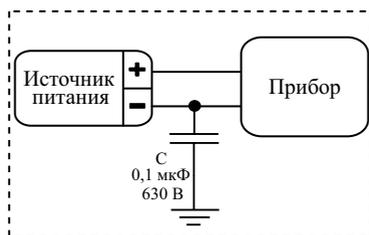

Рисунок 3
**ВНИМАНИЕ!** В ЦЕЛЯХ ПОВЫШЕНИЯ ПОМЕХОУСТОЙЧИВОСТИ СИСТЕМЫ ПОЖАРНО-ОХРАННОЙ СИГНАЛИЗАЦИИ МИНУСОВОЙ ПРОВОД ИСТОЧНИКА ПИТАНИЯ ПРИБОРА РЕКОМЕНДУЕТСЯ ЗАЗЕМЛЯТЬ ЧЕРЕЗ НЕПОЛЯРНЫЙ КОНДЕНСАТОР ЕМКОСТЬЮ  $0,1 - 0,47 \text{ мкФ} \times 400 \text{ В}$  (ИЛИ БОЛЕЕ). НАПРИМЕР: К73-17, 0,1 мкФ, 630 В (рисунок 3).